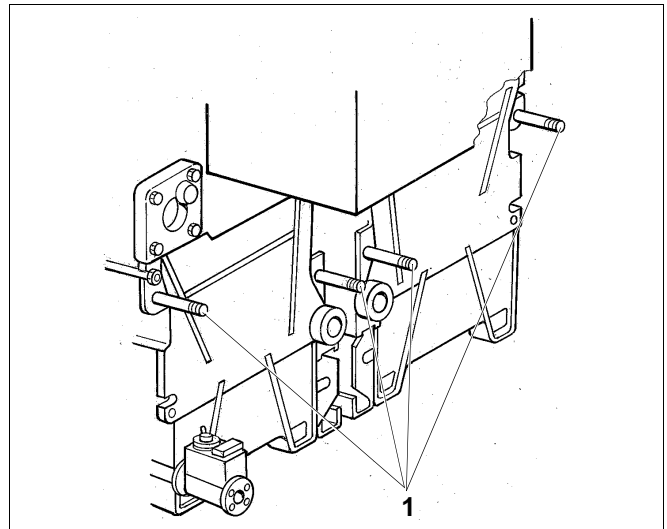

Fig. 43 Visser les entretoises d'écartement
- Visser les quatre entretoises d'écartement M8 x 75 (fig. 43, **pos. 1**) pour la fixation des faces arrière (écrou serré à l'arrière, rondelle à l'avant).